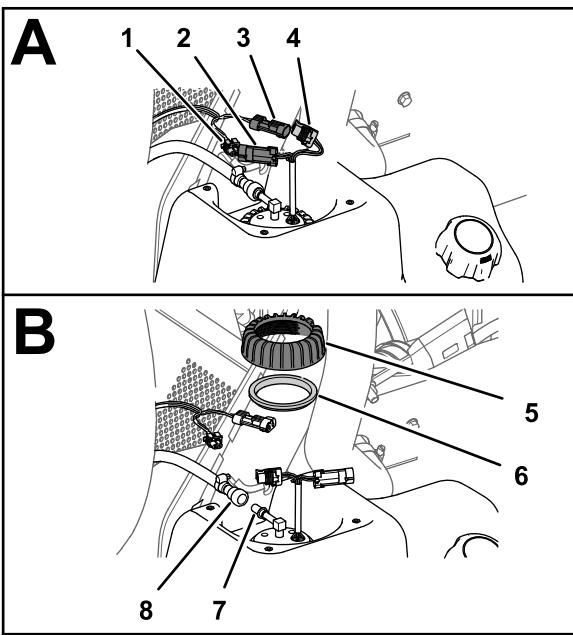

图 86
1. 从燃油泵/发送装置的 2 针接头断开机器线束的 2 插槽接头从燃油泵/发送装置的 2 插槽接头断开机器线束的 2 针接头 图 86。
2. 将燃油软管连接头的锁紧套滑离燃油泵/发送装置的接头并从该接头上拆下连接头和软管 **图 86**。
3. 逆时针旋转燃油泵/发送装置的螺母拆下螺母和密封件 **图 86**。